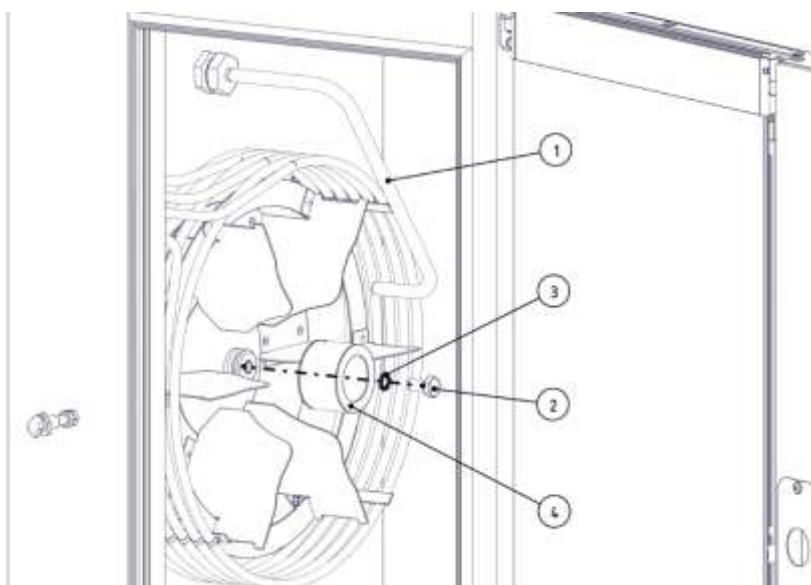

Рис. 36 – Демонтаж крыльчатки
2. Ослабить гайку крепления трубки (поз.1, рис. 36) и вывернуть трубку из зоны ТЭНов;
3. Отвернуть болт М10 (поз.2, рис. 36) вместе с шайбой (поз.3, рис. 36) и барабаном (поз.4, рис. 36), на оси крыльчатки;